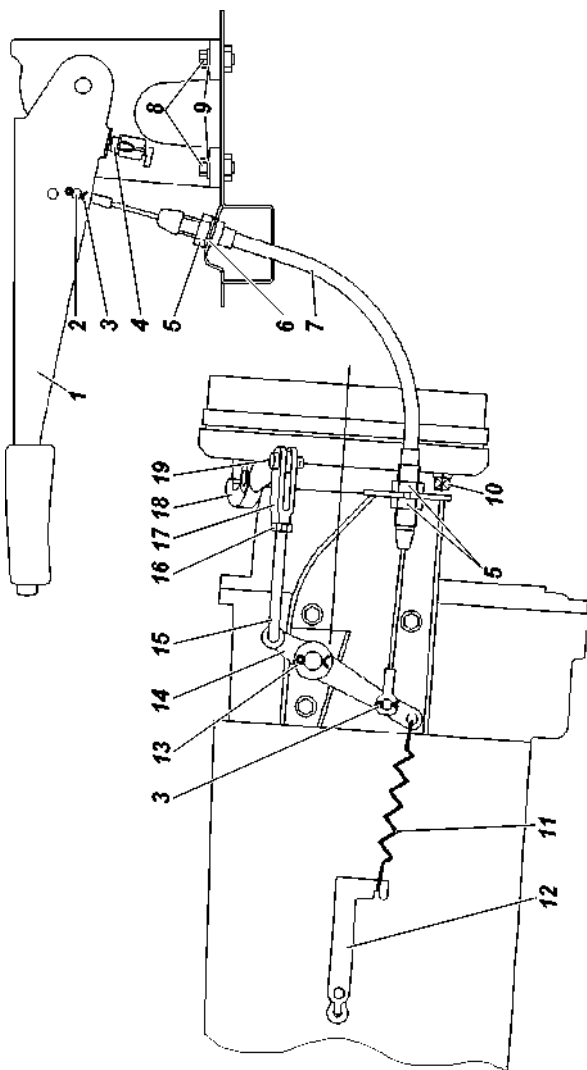

Рис. 9.26. Привод стояночного тормозного механизма:
2. Переместите рычаг стояночного тормоза 1 (рис. 9.26) в крайнее нижнее положение.